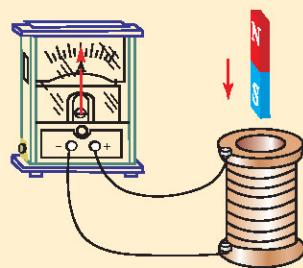

图 1-4-10
2. 如图 1-4-10 所示，将条形磁铁插入螺线管中，回路中产生了感应电流，使电流表指针偏转。这时螺线管中的电流产生磁场，试判断电流表指针的偏转方向。